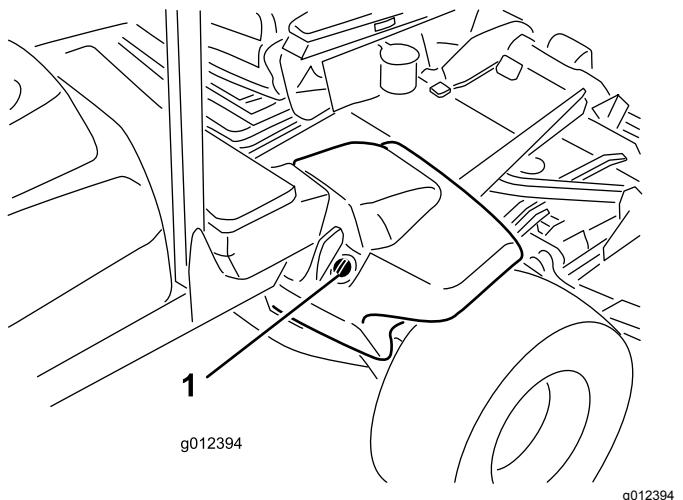

Figura 17
2. Limpe a zona em redor do tubo de enchimento e da tampa do depósito hidráulico (Figura 17). Retire a tampa do tubo de enchimento.